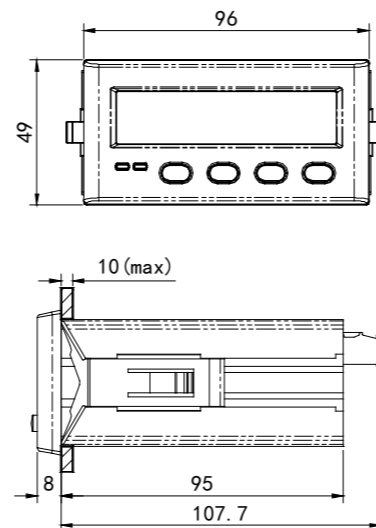

Figura 1 / Figure 1 / Figure 1 / Abbildung 1 / Figura 1 / Figura 1
- 1.- Realizar un corte en el panel, según las dimensiones de la Figura 1.